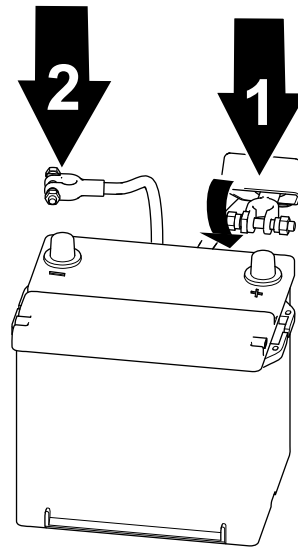

Bild 60
1. Schließen Sie das Pluskabel des Akkus an und ziehen Sie die Mutter der Akkuklemme an (Bild 60).
2. Schließen Sie das Minuskabel des Akkus an und ziehen Sie die Mutter der Akkuklemme an (Bild 60).